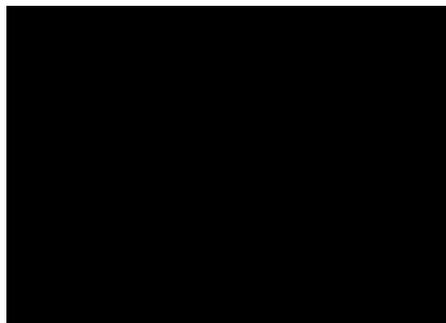

图 6-14 阻焊丝印设备
(2) 将待印阻焊油墨的 PCB 放入阻焊丝印机，通过刮刀压力，将阻焊油墨透过通用网板的网纱印到 PCB 上（见图 6-14）。